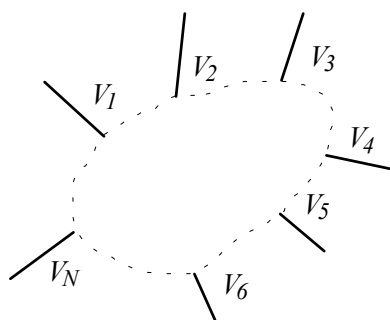

Fig. 1.33.
**P 1.4.** Subcircuitul din Fig. 1.33 este conectat cu exteriorul **doar prin conductoarele numerotate 1...N** și în el se stabilește un regim de curent continuu. Cunoașteți toate potențialele față de masă ale acestor conductoare,  $V_1...V_N$ , precum și intensitățile curenților  $I_1...I_N$ .